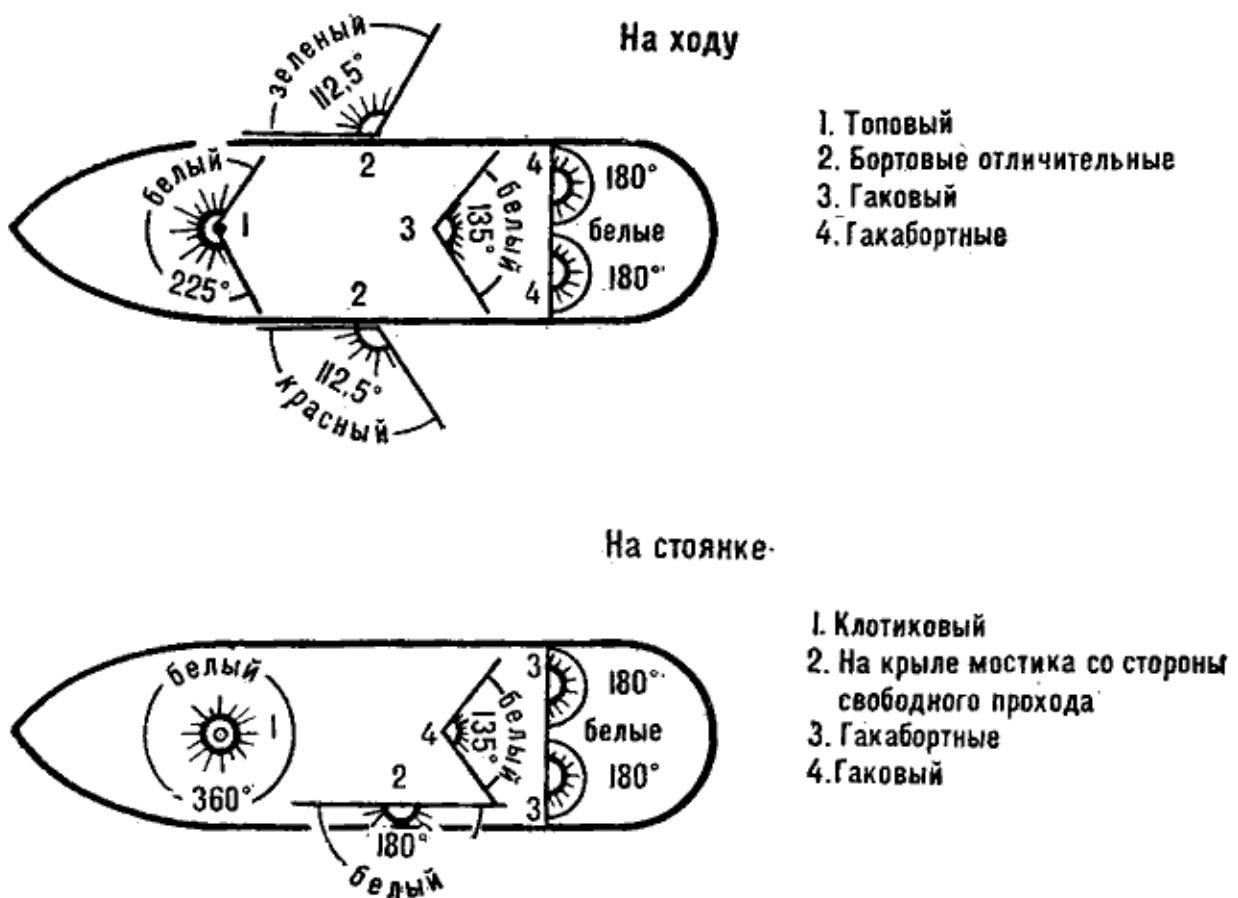

Рис. 143. Схема расположения огней на речном самоходном судне
К ходовым огням речных судов относятся (рис. 143):
1. Все самоходные сухогрузные суда, в том числе и парусно-моторные, длиной менее 30 м и шириной до 5 м поднимают на мачте один белый клотиковый огонь, а те же суда Длиной более 30 м и шириной более 5 м включают также гаковый и гакабортные огни и выставляют белый огонь на крыле мостика со стороны борта, свободного для прохода других судов (§ 36 а, 37, рис. 143).